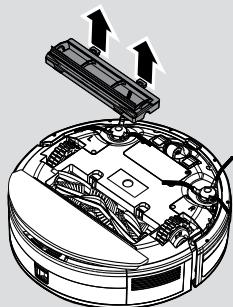

Fig. 17
2. Pressione os cliques na placa individual e retire a tampa do agitador. [Fig. 17]